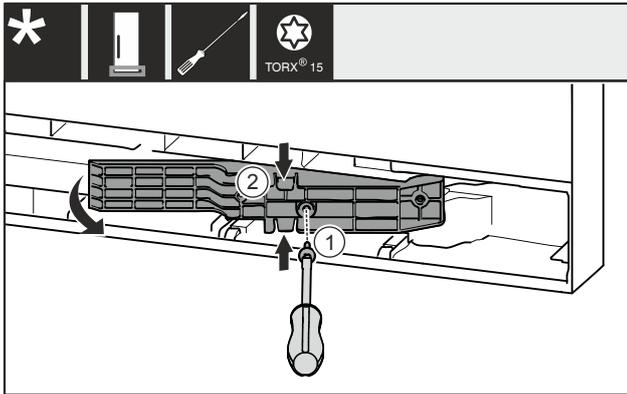

Fig. 12 *
- ▶ Schraube Fig. 12 (1) entfernen.*
- ▶ Adapterstück Fig. 12 (2) oben und unten leicht zusammendrücken und herausziehen.*